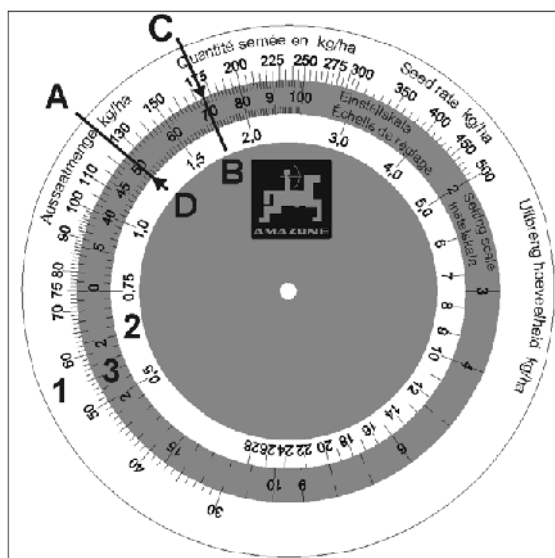

Fig. 84
Discul de calcul este compus din trei scale: o scală exterioară albă (Fig. 84/1) pentru toate debitele de semănare de peste 30 kg/ha și o scală interioară albă (Fig. 84/2) pentru toate debitele sub 30 kg/ha. Pe scala intermediară, colorată (Fig. 84/3) sunt date pozițiile transmisiei de la 1 la 100.
- Debitul de semănare de 125 kg/ha (Fig. 84/A) și "poziția transmisiei 50" (Fig. 84/B) se așează una sub alta pe discul de calcul.
- Acum puteți citi pe discul de calcul poziția transmisiei pentru debitul dorit de semănare de 175 kg/ha (Fig. 84/C). În exemplul nostru, aceasta este "poziția transmisiei 70" (Fig. 84/D).